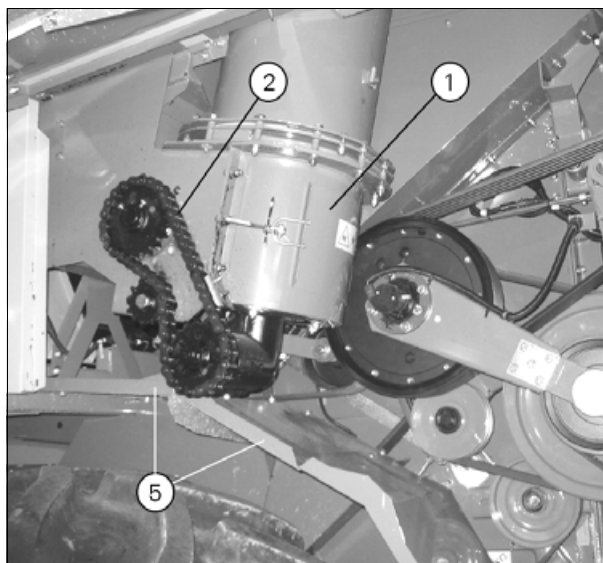

Рис. 14.
3. Переведите вертикальный шнек в положение, указанное на рисунке (A). Чтобы шнек не выскользнул, вставьте деревянный брусок между лопастью шнека и наружным фланцем в трубе шнека.
5. Снимите защитный кожух (рис. 14).